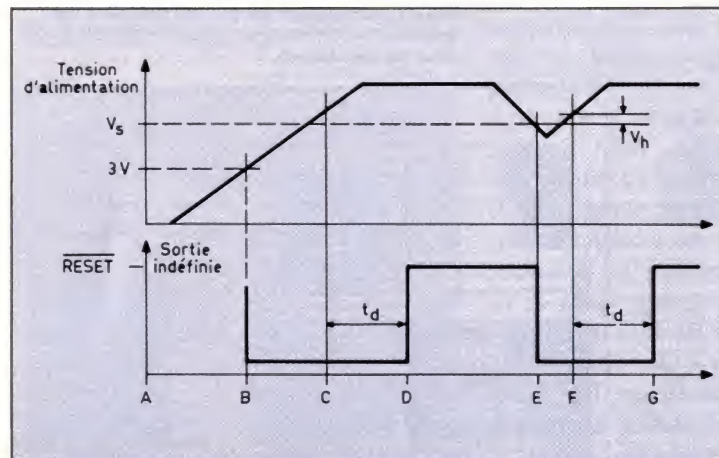

Fig. 4. - Chaque fois que la tension d'alimentation remonte à sa valeur nominale, le circuit génère une impulsion d'initialisation.
Le graphique de la figure 4 commence avec la mise sous tension (séquence A). Tributaire d'un gros condensateur de filtrage, la tension d'alimentation augmente de façon relativement lente. Rien de bien précis ne se passe avant qu'elle n'ait atteint 3 V. Ensuite (B), la sortie de commande passe à zéro (début d'initialisation).
La séquence D-E de la figure 4 correspond au régime de croisière. En E, on décrit le cas où la tension d'alimentation est tombée, à la suite d'une très brève coupure, en dessous du minimum toléré. Aussitôt, la sortie change d'état et C_t est déchargé. Cette étape est effectuée par un thyristor que le TL 7705 comporte à cet effet.
Comme on l'a vu au paragraphe 5 et dans la figure 4, l'état des sorties *reset* est indéfini, tant que la tension sur la broche *sense* reste inférieure à 3 V. Cette incertitude peut être gênante, surtout au moment de la coupure de l'alimentation, car la décharge du condensateur de filtrage est alors souvent si lente que l'état critique dure plusieurs secondes. Mais en dessous de 3 V, le fonctionnement d'aucune logique n'est garanti ? Certes, mais ce n'est pas pour autant qu'elle cesse de fonctionner. Elle se contente de fonctionner mal. C'est-à-dire que le système redémarre un petit moment après la coupure du courant, et il fait alors des choses pour le moins surprenantes.